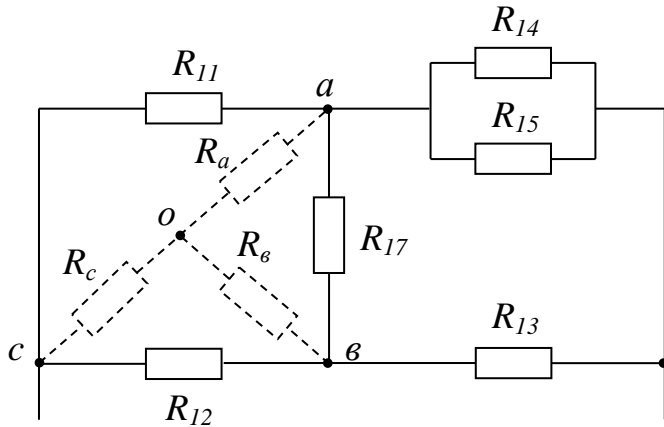

Рис. 1.3
Для участка схемы (рис. 1.3) преобразуем треугольник  $abc$  в эквивалентную звезду (11):
Определяем эквивалентное сопротивление  $R_a$  упрощенного участка схемы (рис. 1.3).